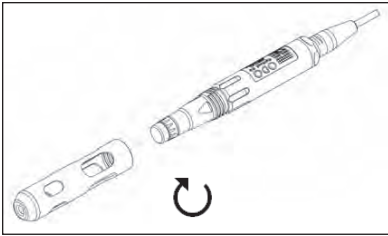

Figure 2
3. Réinstallez la protection de la sonde en la glissant soigneusement sur le capteur et en la vissant sur l'assemblage de câble et de sonde dans le sens des aiguilles d'une montre (Figure 2).